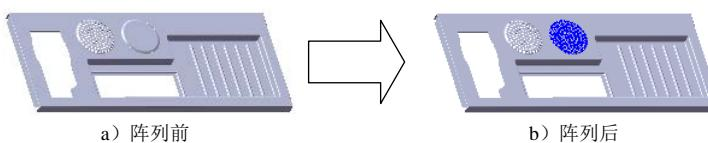
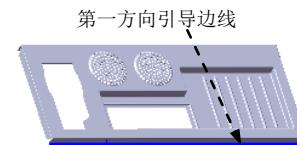

图 17.7.72 创建阵列(线性)1
图 17.7.73 定义阵列引导边线
Step14. 创建图17.7.72所示的阵列(线性)1。
(1) 选择命令。选择下拉菜单**插入(I)** → **阵列/镜向(E)** →  **线性阵列(L)...**命令,系统弹出“线性阵列”对话框。
(2) 定义阵列源特征。单击**要阵列的特征(E)**区域中的文本框,选取设计树中的孔1和填充阵列1作为阵列的源特征。
(3) 定义阵列参数。
① 定义方向1的阵列引导边线。选取图17.7.73所示的边线为第一方向引导边线。
② 定义方向1的参数。在**方向1**区域的**数量**文本框中输入数值80.0,在**间距**文本框中输入数值2。
(4) 单击按钮,完成阵列(线性)1的创建。